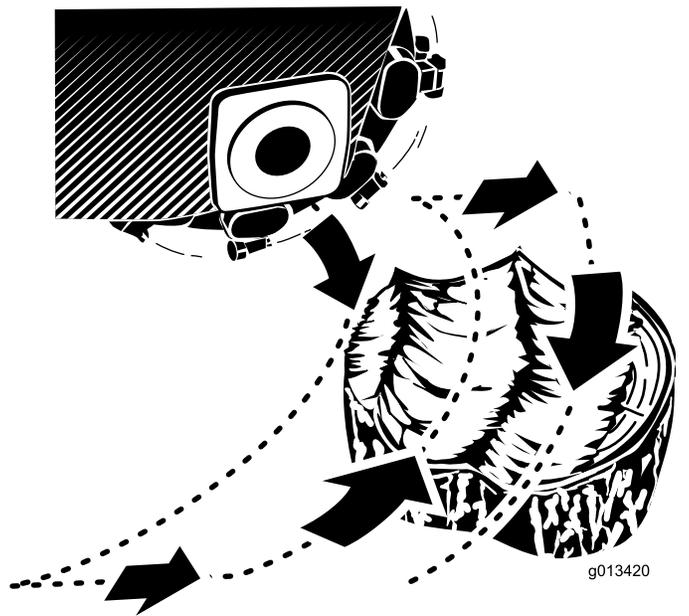

図 17
2. グラインダ制御レバーと走行コントロールを使って、グラインダを切り株の表面から 2.5 cm 程度低い高さに位置決めする 図 17。
4. グラインダ制御レバーを使って、グラインダで切り株の表面をゆっくりと掃くように移動させて切削を開始する 図 17。
6. 切り株の地上部が完全に無くなるまでステップ 4-5 を繰り返す 図 17。
5. マシンを数センチメートル前進させて、ステップ 4 を繰り返す 図 17。